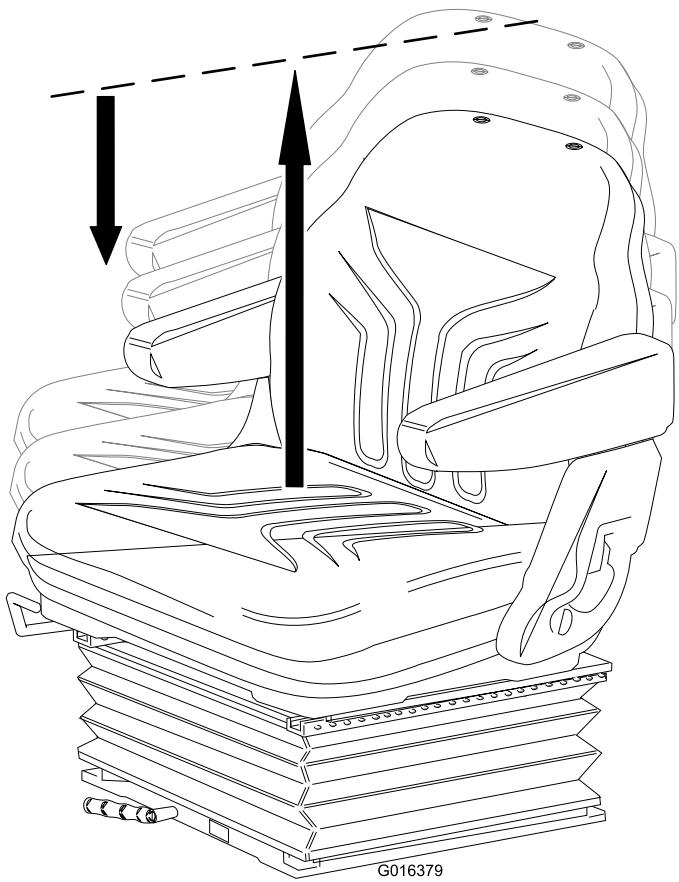

Bild 24
- Heben Sie den Sitz manuell an, um die Höhe schrittweise einzustellen (Bild 24).